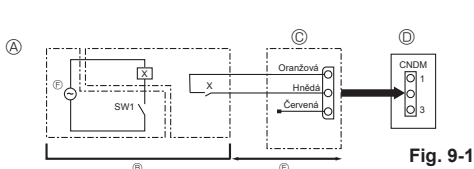

Fig. 9-1
9.1. Režim nízké hluchosti (úprava na místě) (Fig. 9-1)